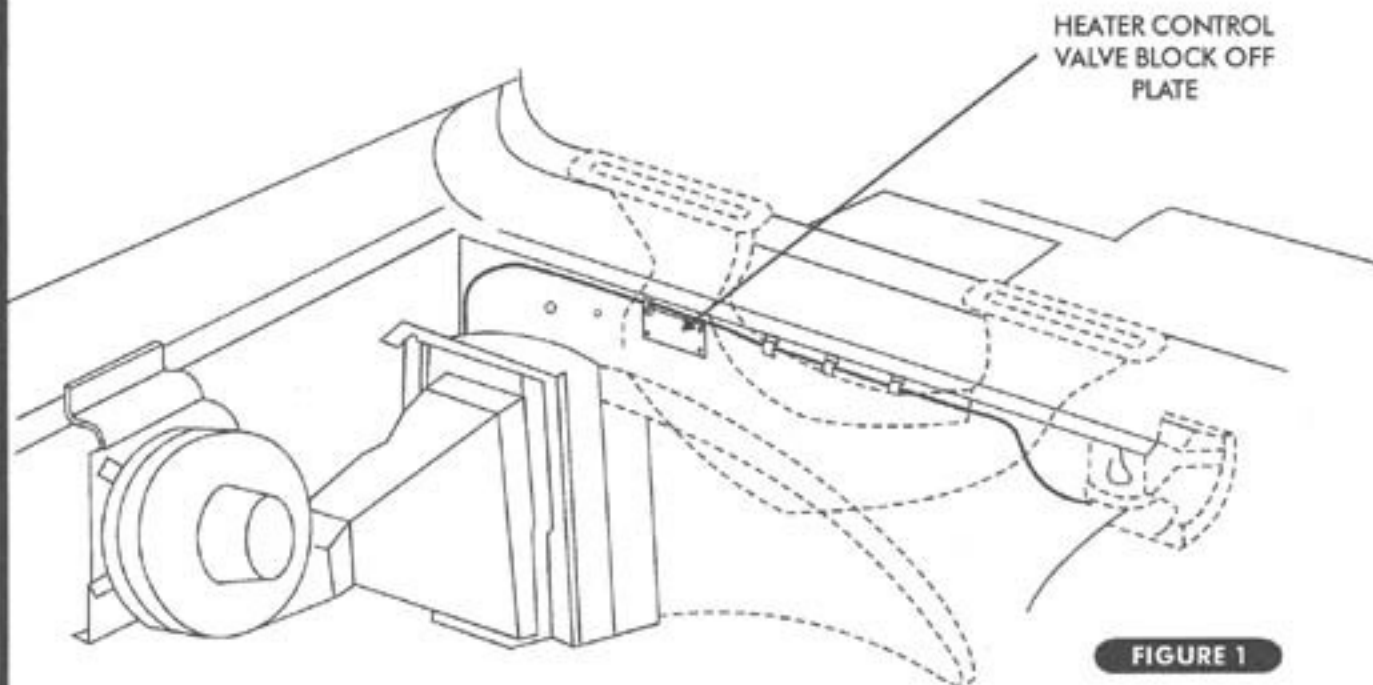

FIGURE 1
- ☐ INSTALL HEATER CONTROL VALVE BLOCK OFF PLATE AS SHOWN IN FIGURE 1 BELOW.